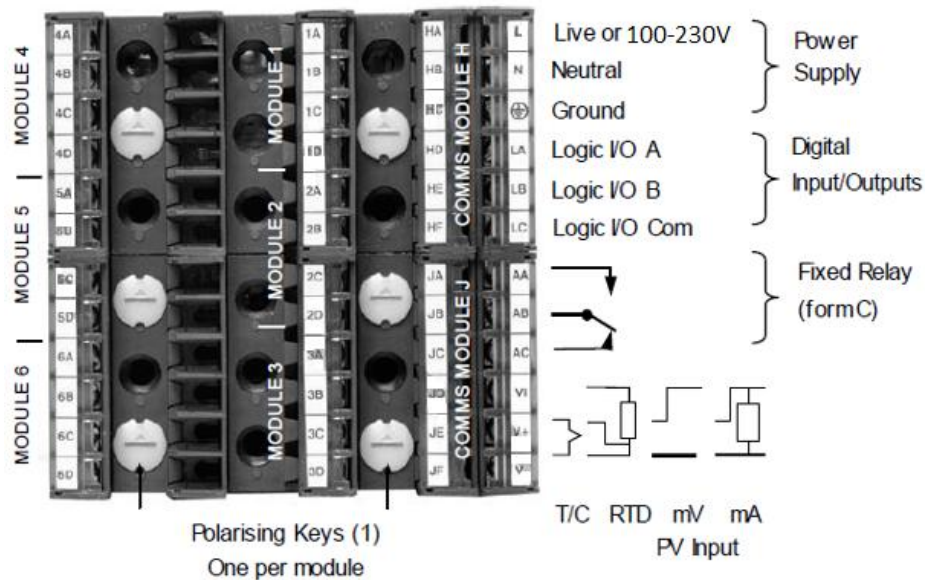

Figure 2-6: Eurotherm 3504 Schéma de connexion des bornes du régulateur de température
1. Reportez-vous au tableau 2-1 ci-dessous et connectez les fils appropriés aux bornes du régulateur de température énumérées. Reportez-vous aux brochages du contrôleur de température indiqués dans Figure 2-6 pour localiser les terminaux requis. Consultez également l'annexe A pour obtenir des instructions sur la façon de modifier l'adresse Modbus du régulateur de température, une liste des adresses de données Modbus actives pour le contrôleur et comment modifier le débit en bauds. De plus, les documents mentionnés dans la présente annexe fournissent des renseignements supplémentaires sur les communications liées à Modbus.